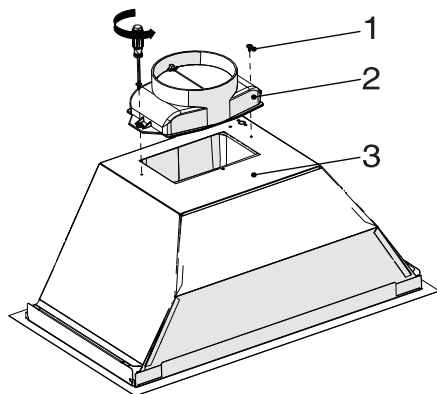

Figura 3
- Atașați evacuarea din plastic pe care o găsiți în pachet la corpul aparatului folosind 2 șuruburi 3,5 x 9,5. (Figura 3)